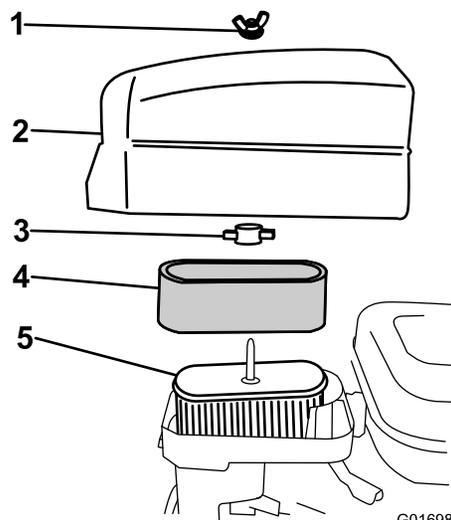

Figura 25
4. Si el elemento de gomaespuma está sucio, sepárelo del filtro de papel (Figura 25) y límpielo a fondo, de la manera siguiente: